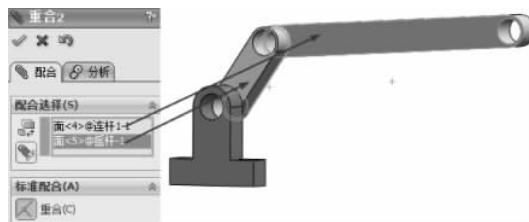

图 3-173 重合配合
(5) 继续进行配合约束,选择【标准配合】选项组下的【重合】配合类型  ,在【要配合的实体】选择框  中选择如图 3-173 所示的面,其他保持默认,单击【确定】按钮  ,完成重合配合。
(6) 选择【标准配合】选项组下的【同轴心】配合类型  ,在【要配合的实体】选择框  中